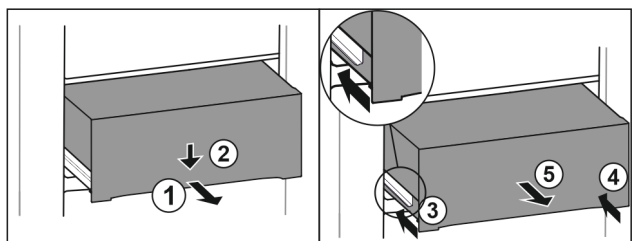

Fig. 138
- Vytiahnite zásuvku do polovice. Fig. 138 (1)
- Zatlačte zásuvku na prednej strane smerom nadol. Fig. 138 (2)
- Zasuňte ľavú koľajničku o cca 2 cm. Fig. 138 (3)
- Zasuňte pravú koľajničku o cca 2 cm. Fig. 138 (4)
- Odoberte zásuvku dopredu. Fig. 138 (5)